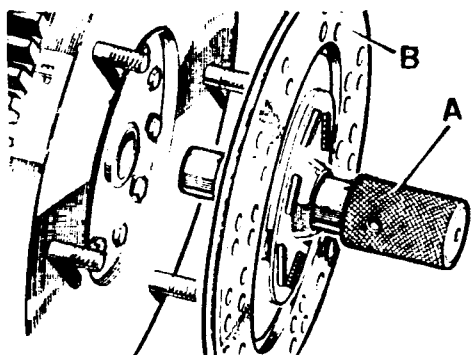

Fig. A3-80 Montaje del disco de embrague
- 2.5. Situar el disco de embrague sobre el volante con la parte más larga del núcleo central, hacia el motor y centrarlo con un útil preparado para tal efecto, A (Fig. A3-80) o bien con un trozo de eje primario.
- 2.9. Retirar el útil centrador, A (Fig. A3-80) y proseguir el montaje de la caja - de velocidades según Tarea C2-2 y montar el piso de la cabina (Tarea A3-5).